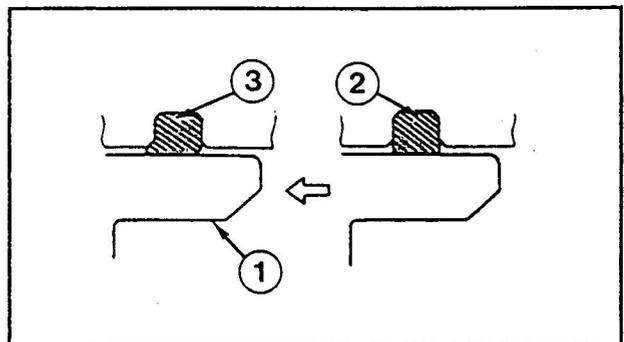

Bild 12/3
- Das Lösen der Bremskolben erfolgt durch die Rückstellkraft des Kantenringes. Bild 12/3 zeigt die Form des Kantenringes in gelöster und betätigter Stellung.